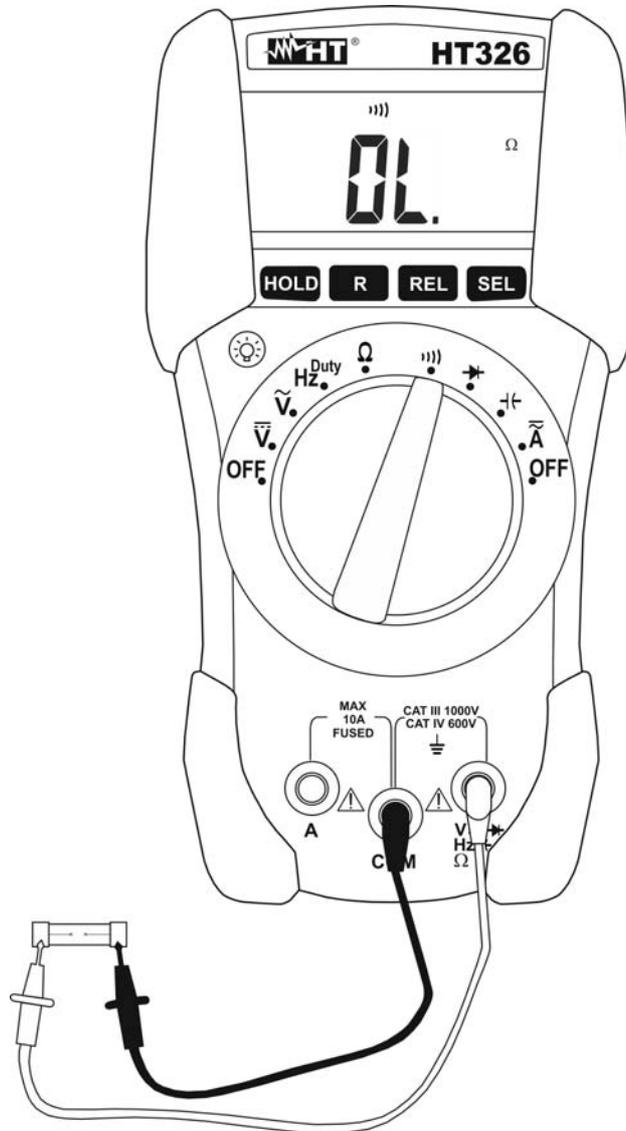

Fig. 7: Uso dello strumento per la Prova di Continuità
3. Posizionare i puntali nei punti desiderati del circuito in esame (vedere Fig. 7)